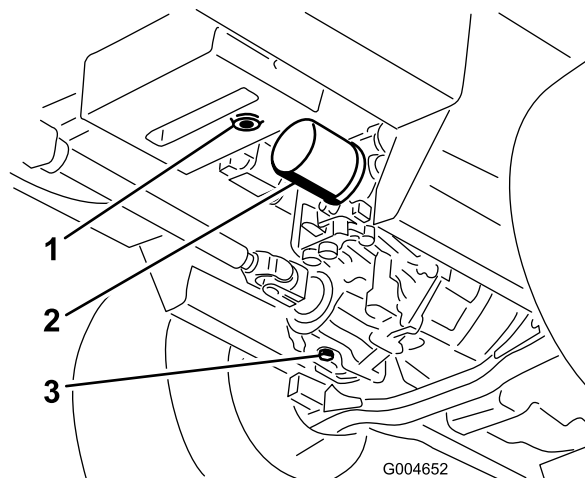

Рисунок 64
3. Поместите под гидравлический бак и корпус трансмиссии большой поддон и удалите пробки; слейте всю гидравлическую жидкость (Рисунок 64).
4. Очистите область вокруг фильтра гидравлического масла и снимите фильтр (Рисунок 64).